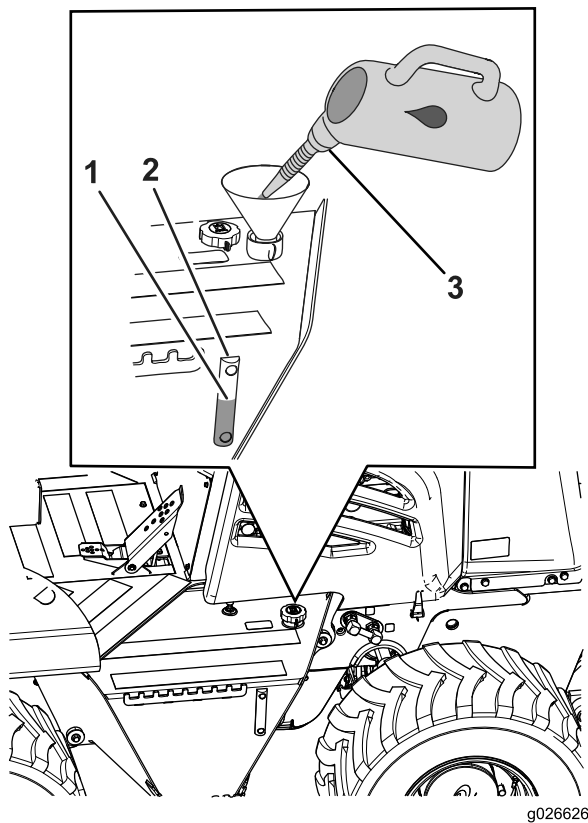

Figura 91
1. Rifornite il serbatoio del fluido idraulico con il fluido specificato fino a portarne il livello nel punto centrale della spia di livello (Figura 91).
6. Montate il tappo di rifornimento/sfiatatoio (Figura 91).